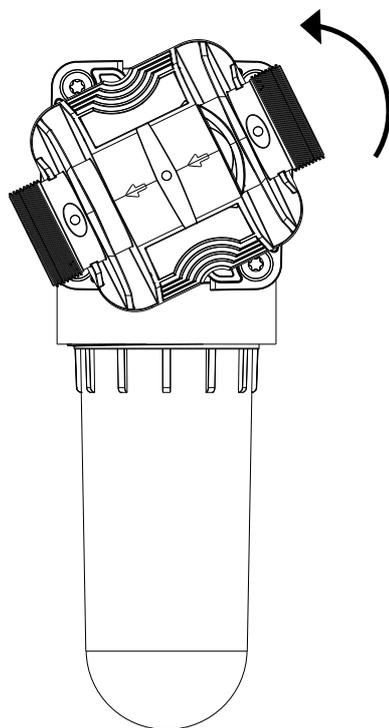

Fig.1
- Orientare il blocco di connessione nella direzione della tubazione (Fig.1)